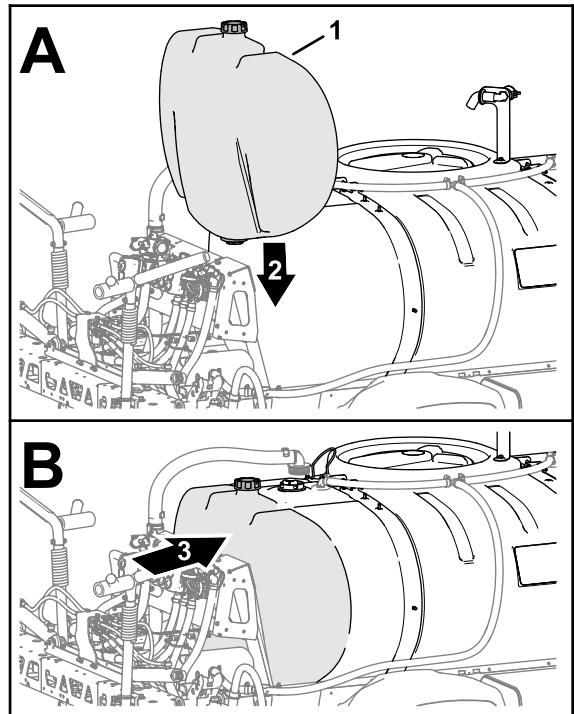

**Figura 11**
3. Sujete el soporte inferior y el refuerzo del soporte inferior al bastidor usando 2 pernos ( $\frac{3}{8}$ "-16), 2 pernos ( $\frac{3}{8}$ "-16 x 3 $\frac{1}{2}$ ") y 4 tuercas con arandela prensada ( $\frac{3}{8}$ "-16"), según se muestra en Figura 11.